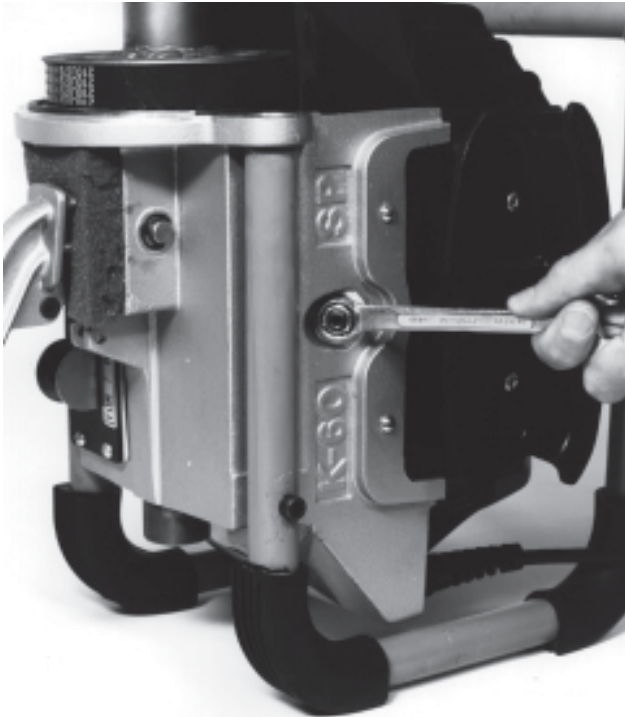

Figura 13 – Afloje la tuerca de inmovilización
3. En el costado de la máquina afloje la tuerca de inmovilización (Figura 13).